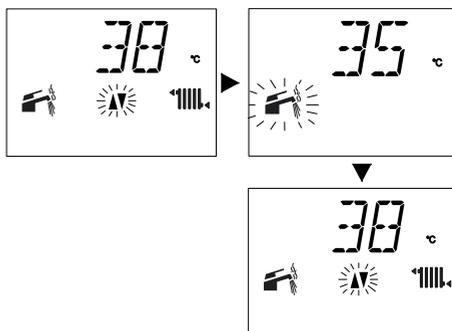

Fig. 2.15
- con regolazione temperatura sanitaria minima Fig. 2.15 .